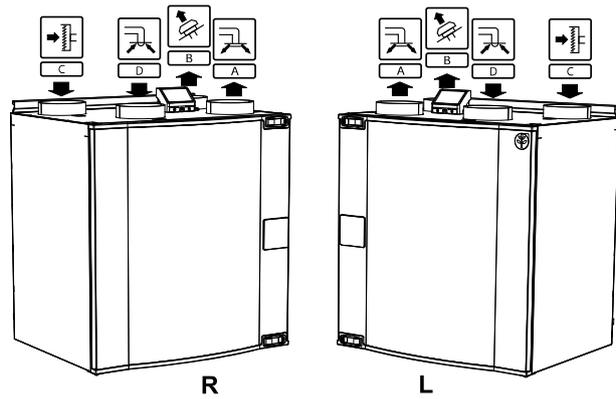

Bild 15 Rechtsseitige und linksseitige Modelle
**Rechtsseitige oder linksseitige Modelle: R** (Rechts), **L** (Links) (siehe Abbildung 15).